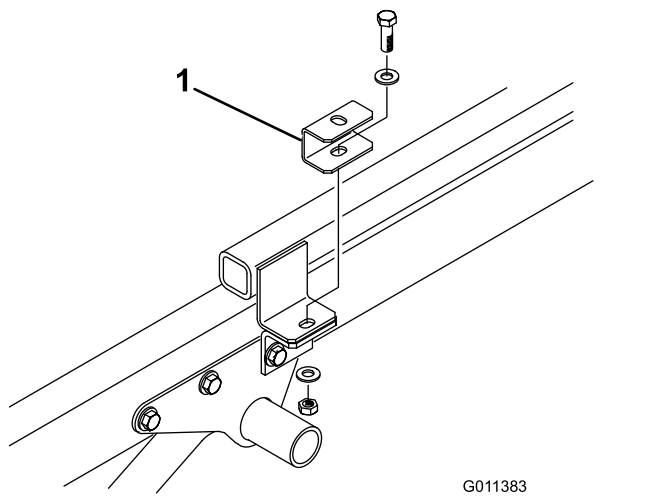

Figura 7
4. Sujete un espaciador a la parte superior de cada pestaña del bastidor de enganche con el tornillo, las 2 arandelas planas y las contratuercas que retiró anteriormente (Figura 7).
6. Coloque la máquina sobre el bastidor del vehículo Workman, alineando los taladros en los soportes de montaje traseros con los taladros a cada lado del bastidor (Figura 7).